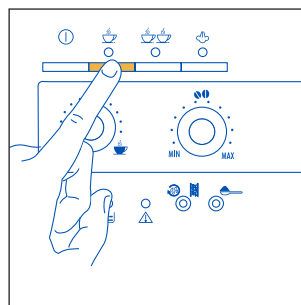
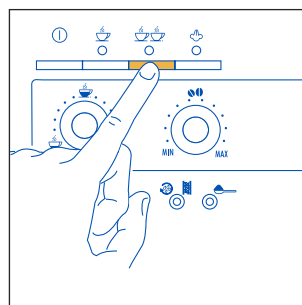

Рис. 12
Рис. 13
- 5) 5) Нажмите кнопку ☕, рис. 12, если вы готовите 1 кофе или кнопку ☕☕, рис. 13, если готовите 2 чашки кофе. (После этого кофеварка помелит зерна кофе, выполнит короткую подачу кофе, паузу и полностью выльет кофе в чашку. После достижения требуемого количества кофеварка автоматически остановит подачу кофе и вытолкнет остатки кофе в кассету для кофейной гущи).
- 7) Для того, чтобы включить кофеварку нажмите кнопку ①. (До выключения кофеварка выполняет автоматическое споласкивание: из носиков подачи кофе выльется немного горячей воды, которая будет собрана в поддоне для сбора воды). Если кофеварка не выключается кнопкой ①, в любом случае через 3 часа и 15 минут после последнего использования, она выключится самостоятельно, выполнив сначала короткое споласкивание.